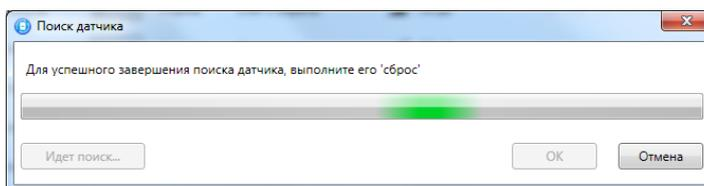

Рис. 6.19. Подключение радиоизвещателя
4. После нажатия кнопки *ОК* начнется поиск радиоизвещателя контроллером в течение 30 секунд (рис. 6.19). Для того чтобы радиоизвещатель был найден контроллером, его состояние должно быть сброшено. Для новых радиоизвещателей выполнять сброс не требуется (их состояние является сброшенным). Для радиоизвещателей, использовавшихся ранее, необходимо выполнить сброс. У большинства моделей (за исключением *Ладога-ПД-РК*) он выполняется путем замыкания перемычки сброса на плате. Подробные сведения о сбросе состояния радиоизвещателей см. в документации к ним.